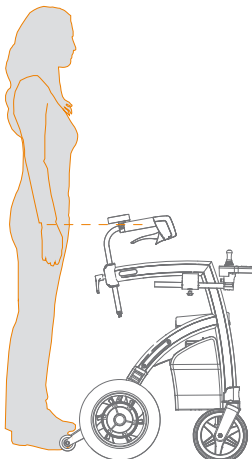

Abbildung 18: Bestimmen Sie die richtige Höhe.
Die Einstellung der richtigen Höhe (**Abbildung 18**) ist entscheidend für eine optimale Nutzung des Rollz Motion Electric. Die Höhe kann zwischen der minimalen und maximalen Position eingestellt werden. Auf diese Weise kann der Rollz Motion Electric leicht an die individuellen Bedürfnisse angepasst werden.
- c. Um die richtige Höhe zu bestimmen, stellen Sie sich zwischen die Griffe des Rollz Motion Electric, wobei Ihre Arme nahe am Körper hängen. Die Griffe sollten sich auf der Höhe Ihrer Handgelenke befinden (**Abbildung 18**).